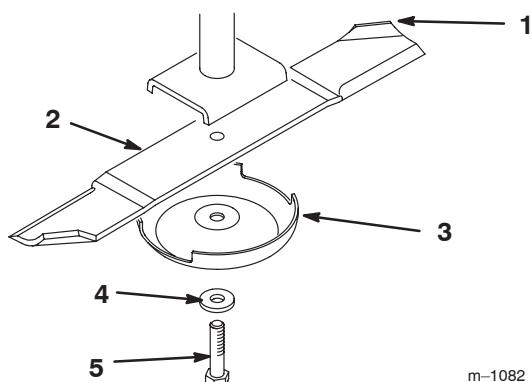
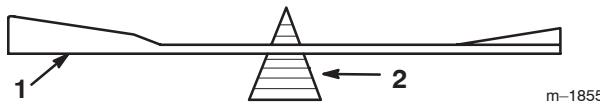

Figure 38
Figure 40
Tenez la lame à son extrémité avec un chiffon ou un gant épais. Enlevez l'écrou de la lame, la rondelle, la coupelle de protection et la lame de l'axe (Fig. 38).
2. Vérifiez l'équilibre de la lame en la plaçant sur un équilibrage (Fig. 40). Si la lame reste horizontale, elle est équilibrée et peut être utilisée. Si la lame est déséquilibrée, limez un peu l'extrémité de la partie incurvée seulement (Fig. 38). Répétez la procédure jusqu'à ce que la lame soit équilibrée.
1. Placez la lame sur l'axe (Fig. 38).
**Important** Pour une coupe correcte, la partie incurvée de la lame doit être tournée vers le haut et dirigée vers l'intérieur du carter de tondeuse (Fig. 38).
2. Montez la coupelle de protection, la rondelle de blocage et le boulon de fixation de la lame (Fig. 38). Le boulon de lame doit être serré à 115–140 Nm.